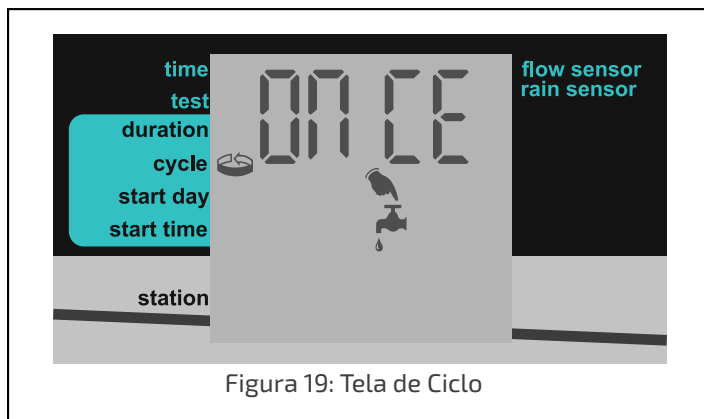

Figura 19: Tela de Ciclo
1. Pressione **↵** até que apareça a tela *Cycle* (Figura 19). A mensagem "OnCE" [uma vez] aparecerá como padrão, indicando que o padrão do ciclo foi estabelecido para somente uma vez.
1. Pressione **↵** até que apareça a tela de *Cycle* (Figura 19).